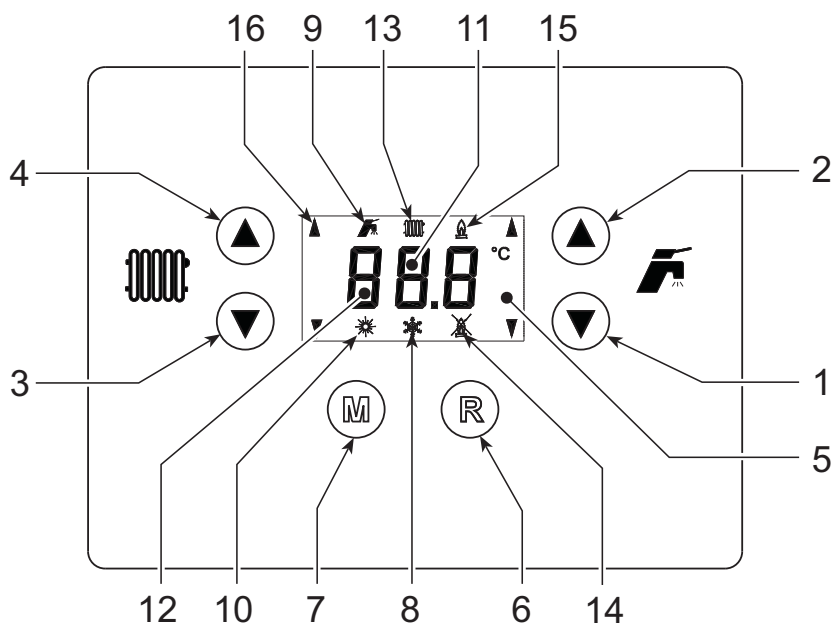
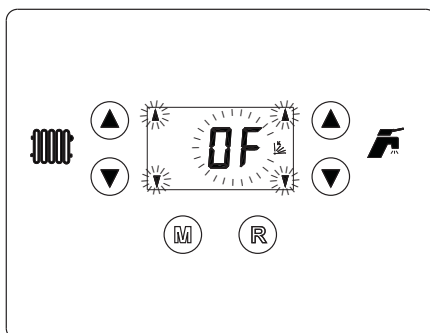
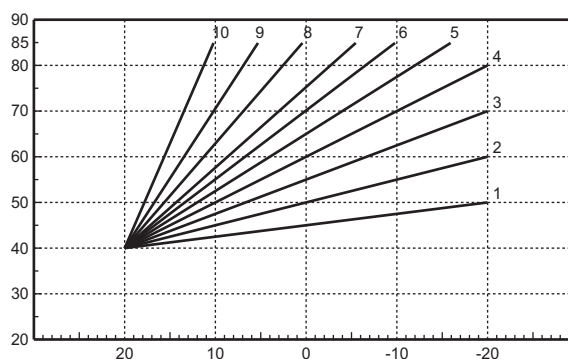

рис. 1 - Панель управления
рис. 12 - Параллельное изменение кривых
рис. 14 - Пример параллельного смещения кривых погодозависимого регулирования
О поступлении команды на включение отопления от комнатного термостата или от пульта ДУ с таймером) предупреждает загорание индикатора радиатора (поз. 13 - рис. 1).
О поступлении команды на включение бойлера предупреждает загорание индикатора крана (поз. 9 - рис. 1).
При включенной системе нагрева воды в бойлере (заводская установка) на дисплее отображается символ режима Comfort (поз. 12 - рис. 1). Бойлер может быть включен/выключен пользователем, выбрав соответствующую позицию в меню выбора.
Нажмите клавишу **M** (поз. 7 - рис. 1). На дисплее высвечивается текущий режим, который может быть изменен с помощью кнопок (поз. 1 и 2 -) системы ГВС:рис. 1 выберите ECO (Экономический) или CON (Комфорт) и подтвердите выбор нажатием кнопки **M** (поз. 7 - рис. 1).
Нажмите клавишу **M** (поз. 7 - рис. 1) в течение 5 секунд.
Для повторного включения котла снова нажмите кнопку **M** (поз. 7 рис. 1) в течение 5 секунд.
Нажмите клавишу **(R)** (роз. 6 - рис. 1) в течение 1 секунды.
На дисплее высвечивается символ "Лето" (поз. 10 - рис. 1): При этом котел будет вырабатывать только воду для ГВС. Остается активной система антизамерзания.
Для выключения режима "Лето" вновь нажмите клавишу **(R)** (дет. 6 - рис. 1) в течение 1 секунды.
Используйте клавиши (поз. 3 и 4 - рис. 1) для регулировки температуры воды в системе отопления в пределах от 30°C до 85°C; однако, не рекомендуется эксплуатировать котел при температуре ниже 45 °С.
Температура рис. 1в системе ГВС регулируется в пределах от 10°C до 65°C с помощью клавиш (поз. 1 и 2 -).
В режиме плавающей температуры величина, заданная с помощью кнопок регулировки температуре в системе отопления рис. 1 (поз. 3 и 4 -), становится максимальной температурой воды, подаваемой в систему отопления. Рекомендуется устанавливать максимальное значение заданной температуры с тем, чтобы позволить системе регулировать изменение температуре во всем диапазоне значений.
При нажатии клавиши (R) (поз. 6 - рис. 1) в течение 5 секунд получается доступ к меню "Плавающая температура"; на дисплее отображается "CU" мигающим свечением рис. 11().
Используйте клавиши (аоз. 1 и 2 - рис. 1) для изменения конфигурации кривой в пределах от 1 до 10 в зависимости от характеристики (рис. 13). При задании значения 0 функция регулировки в режиме плавающей температуры исключается.
При нажатии клавиш (поз. 3 и 4 - рис. 1) получается доступ в режим параллельного изменения кривых; на дисплее отображается "OF" мигающим свечением (рис. 12). Используйте клавиши (поз. 1 и 2 - рис. 1) для параллельного изменения кривых в соответствии с характеристикой (рис. 14).
При повторном нажатии клавиши **R** (поз 6 - рис. 1) в течение 5 секунд осуществляется выход из меню "Плавающая температура".
Выбор режимов ECO/COMFORT	При отключении режима ГВС с пульта ДУ котел устанавливается в режим "Ecopot". В этих условиях кнопка M (поз. 7 - рис. 1) на панели котла отключена.
При включении режима ГВС с устройства ДУ с таймером котел устанавливается в режим COMFORT. В этих условиях с помощью кнопки M (поз. 7 - рис. 1) на панели управления котла можно выбрать любой из этих двух режимов.